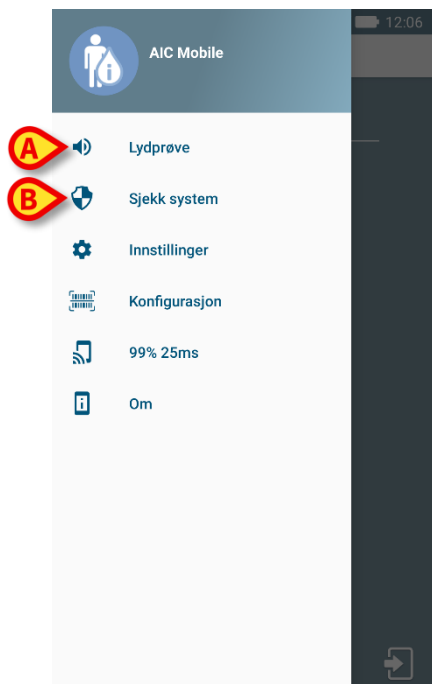

Fig 48
- Klikk på ☰-ikonet øverst i venstre hjørne i skjermbildet (Fig 47 A) Følgende meny vises (Fig 48).
- Klikk på **Lydprøve**-valget (Fig 48 **A**).